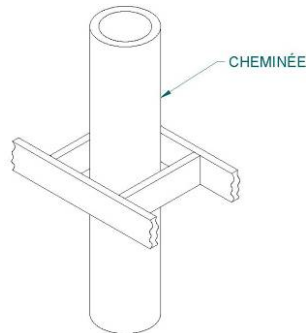

Figure 29
1. Coupez les trous dans les plafonds et planchers que traversera la cheminée et dans le toit (voir **Figure 29**). Utilisez une ligne à plomb pour aligner les centres des trous. Assurez-vous que la dimension des trous dans les planchers et les plafonds est conforme aux instructions du fabricant de la cheminée.